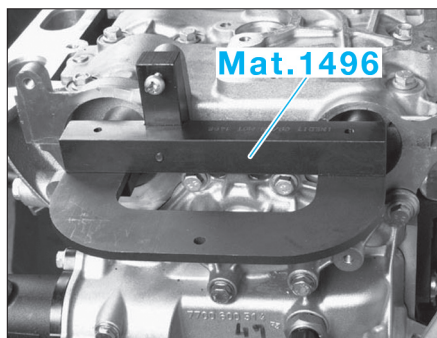

FIG. 18
- Placer l'outil Mot. 1496 en bout des arbres à cames (fig. 18).